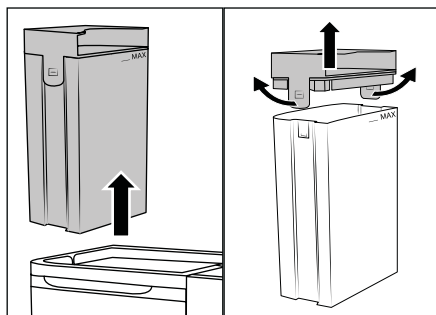

Abb. 5
(1) Füllen Sie nur kaltes bis warmes Leitungswasser oder destilliertes Wasser in den Frischwasserbehälter **2** . Verwenden Sie kein kochendes Wasser. (2) Betreiben Sie das Gerät niemals ohne Wasser im Frischwasserbehälter **2** . (3) Verwenden Sie nur handelsübliche, nicht schäumende Polsterreinigungsmittel oder **LIDL W5 Essigreiniger**. Andere Reinigungsmittel können das Gerät beschädigen. Wir empfehlen drei Esslöffel **LIDL W5 Essigreiniger** auf eine komplette Füllung (1,7 Liter) des Frischwasserbehälters **2** zu geben. Gegebenenfalls erhöhen Sie den Anteil Essigreiniger schrittweise bis zum gewünschten Ergebnis.
- ◆ Fassen Sie den Frischwasserbehälter **2** am Griff des Deckels **1** und ziehen Sie ihn nach oben aus dem Gerät (siehe Abb. 5).
- ◆ Ziehen Sie die beiden Haltetaschen leicht nach außen und nehmen Sie den Deckel **1** ab (siehe Abb. 5).